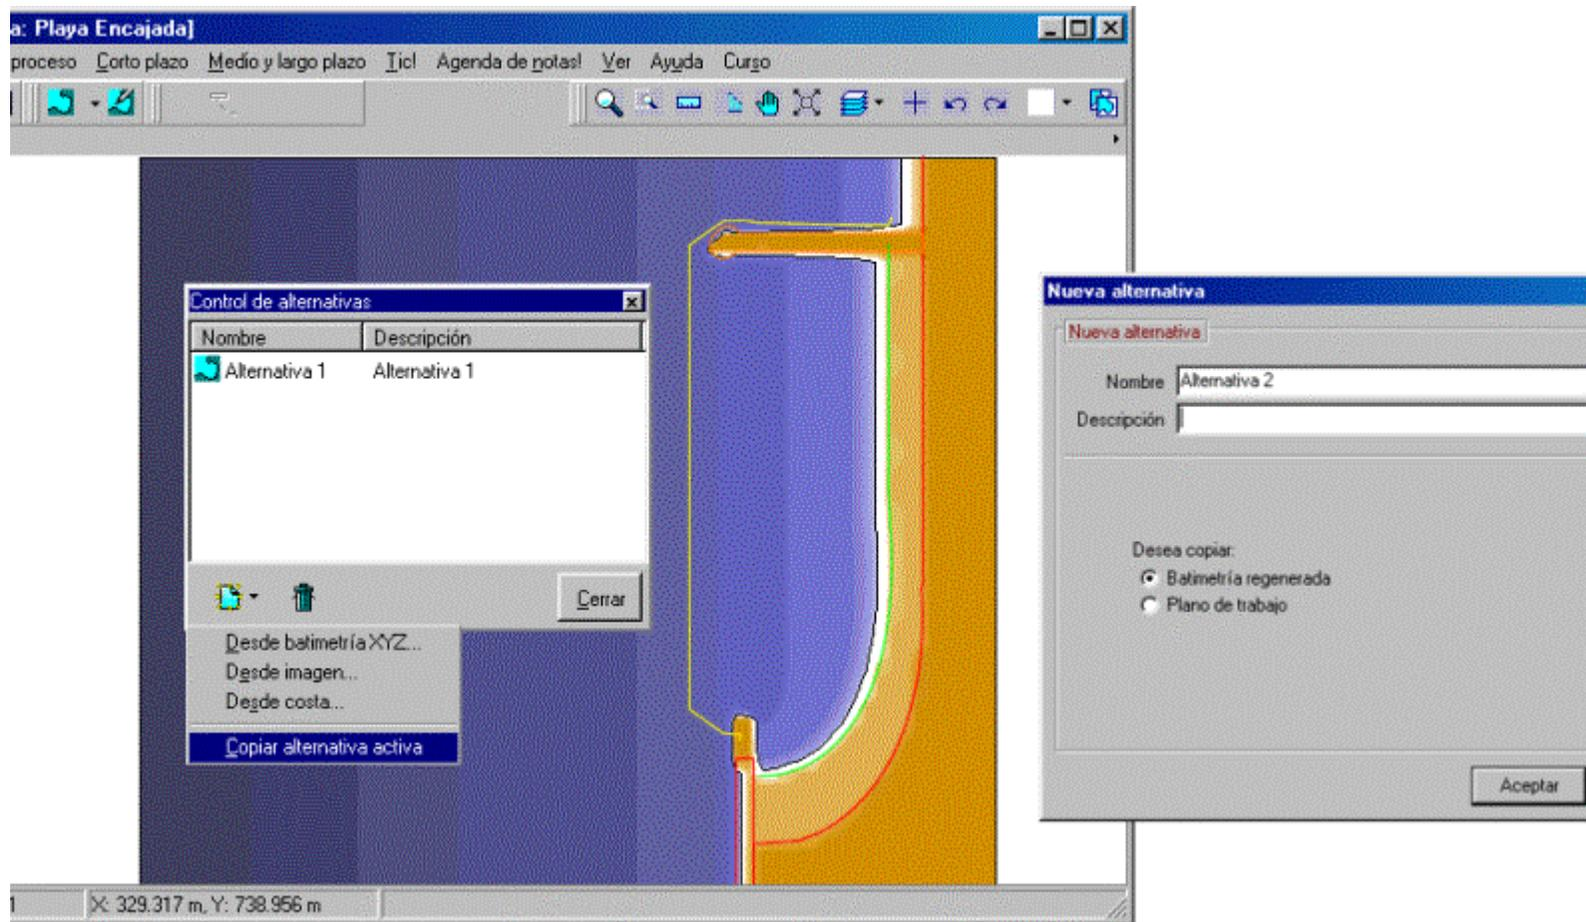
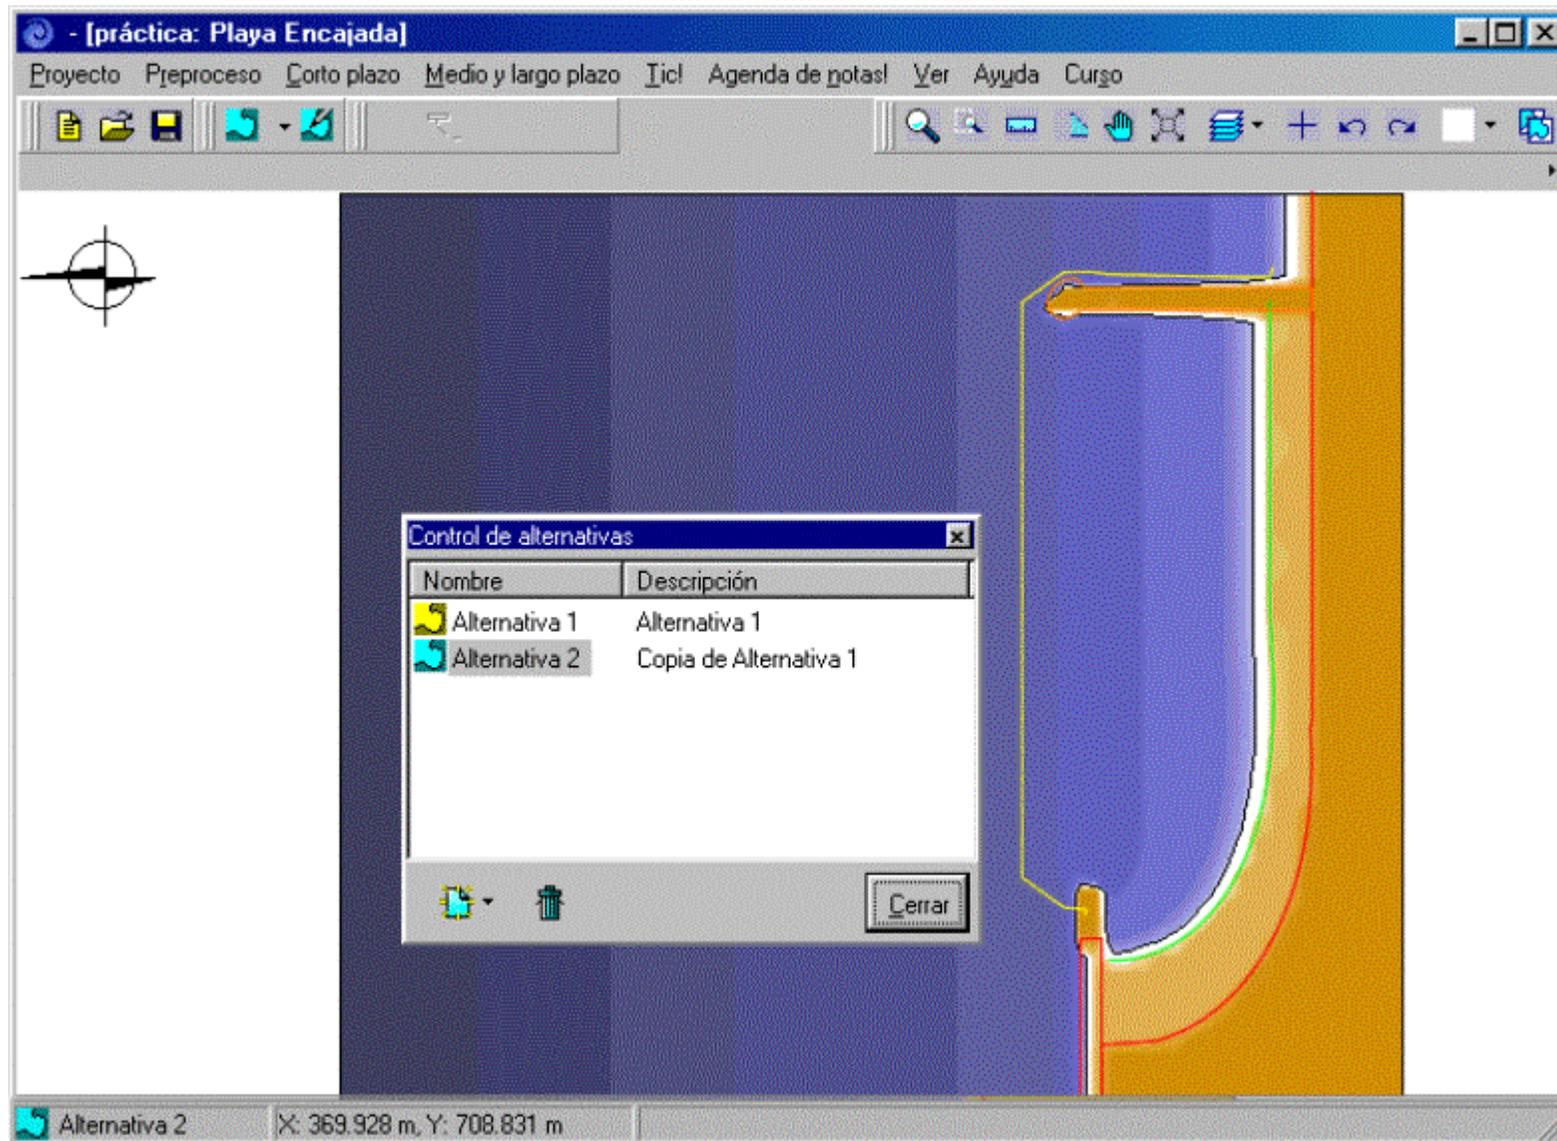

Figura 7.15
Figura 7.16
- Para copiar el plano regenerado en otro plano, lo primero que se debe hacer es abrir la ventana de *Control de alternativas*, luego dentro de éste pulsar el primer botón de “Crear alternativa” de la lista desplegable, seleccionar “Copiar alternativa activa”. A continuación sale una ventana de *Nueva alternativa*, pulsar el botón de “Aceptar” tal como se muestra en la figura 7.15. Una vez que el programa genera la alternativa2, se sitúa sobre ésta y muestra la batimetría regenerada de la alternativa1, sin incluir los polígonos (ver la figura 7.16);